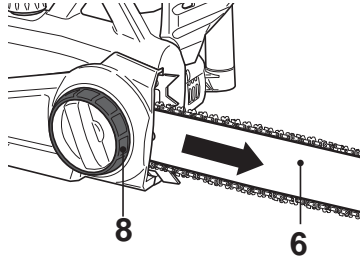

Fig.8
- > Tournez la molette de tension [8] jusqu'à ce que les maillons d'entraînement touchent juste le bord inférieur du guide-chaîne [6] (Fig.8).